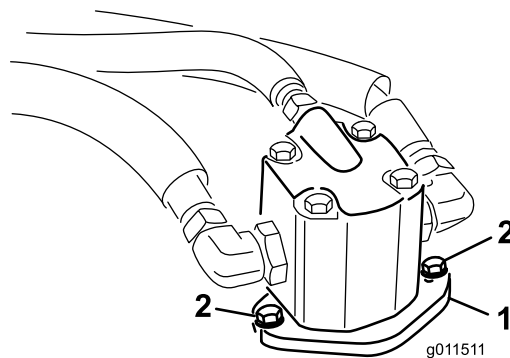

Figura 98
- Retire os parafusos que fixam o motor hidráulico à unidade de corte (Figura 98). Levante o motor da unidade de corte e coloque-o na zona superior da unidade de corte.